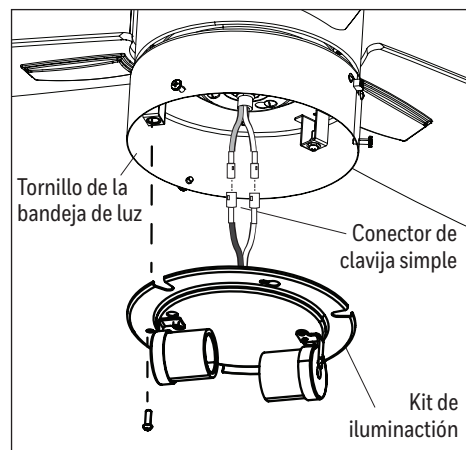

Figura 5.6
- Retire uno de los tres tornillos de la bandeja de luz que se encuentran en la bandeja de luz y afloje los otros dos sin retirarlos. Enchufe los conectores de clavija simple de la bandeja de luz a los conectores de clavija simple del kit de iluminación: azul a azul y blanco a blanco. Levante los dos chaveteros en el kit de iluminación sobre los dos tornillos sueltos de la bandeja de luz y gire en dirección de las manecillas del reloj. Luego, use el tornillo de la bandeja de luz previamente retirado para asegurar el kit de iluminación a la bandeja de luz. Apriete todos los tornillos (Figura 5.6).